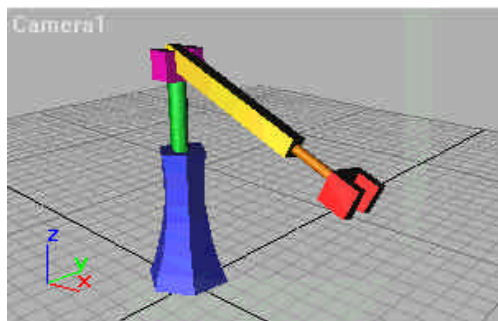

图11-9 旋转水平机械臂的结果
10) 单击主工具栏的 Select and Rotate按钮 , 旋转水平机械臂, 机械臂只绕 Y轴旋转, 不再受主工具条上当前轴的约束限制。如图11-9所示。